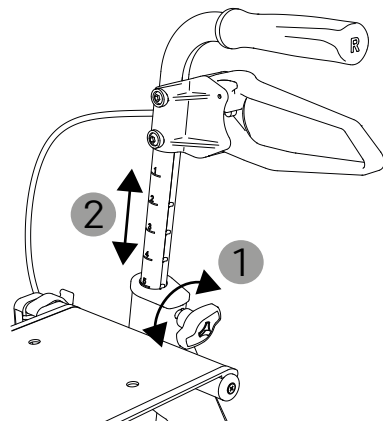

Abb. 3
1. Lösen Sie die Feststellschrauben beider Schiebegriffe mit zwei Umdrehungen gegen den Uhrzeigersinn (1, Abb. 3). Lösen Sie die Feststellschrauben nicht ganz.
2. Die Schiebegriffe können nun in der Höhe verstellt werden (2, Abb. 3). Sie positionieren sich dabei automatisch an den Markierungen. Beim Einrasten können Sie ein Klack-Geräusch wahrnehmen.
4. Wenn Sie die richtige Höhe der Schiebegriffe gefunden haben, ziehen Sie die Feststellschrauben (1, Abb. 3) wieder fest an (im Uhrzeigersinn).